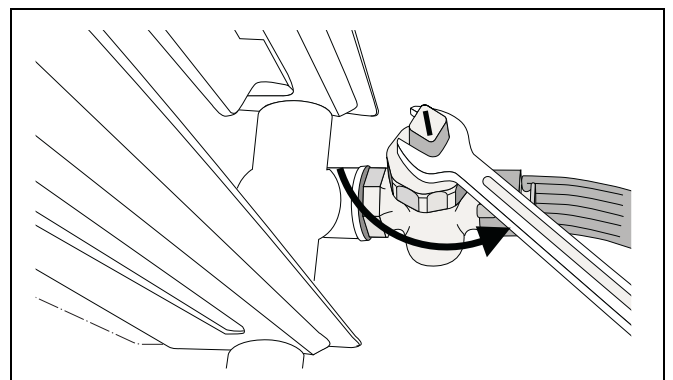

Fig. 24 Goliți instalația de încălzire
- Goliți agentul termic din cel mai adânc punct al instalației de căldură cu ajutorul robinetului de umplere și de golire sau al caloriferului (Fig. 24). Aerisitorul (automat) din cel mai înalt punct al instalației de încălzire/caloriferului (vezi fig. 15, pagina 12) trebuie cu această ocazie să fie deschis.